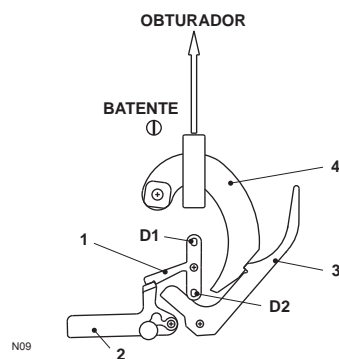

Figura 14. Mecanismo
- Empurrar manualmente o pino D1 ou D2 da alavanca de destravamento (Figura 14, no. 1) paralelamente ao eixo da BMS